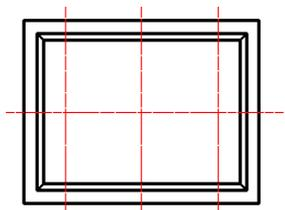

图 17.5.11 偏移中心线 3
(3) 偏移中心线 3。详细操作可参照上一步，选取上步创建的偏移中心线 2 为要偏移的对象，偏移方向向上，偏移距离为 20，完成后如图 17.5.11 所示。